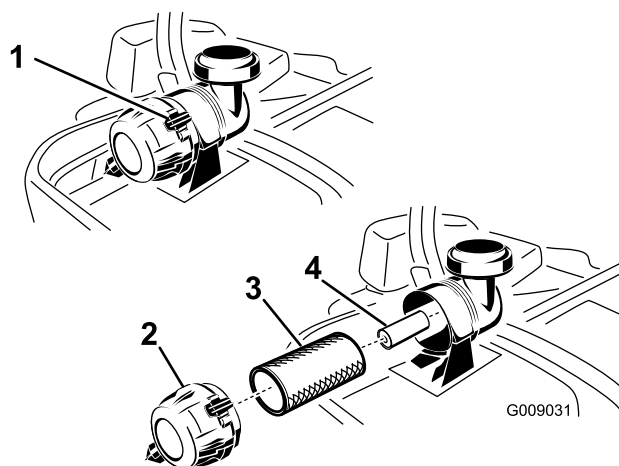

Bild 52
3. Üben Sie Druck aus, um die Halteklammern am Luftfilter zu lösen, und ziehen Sie die Luftfilterabdeckung vom Luftfiltergehäuse ab (Bild 52).
5. Schieben Sie den Hauptfilter vorsichtig aus dem Luftfiltergehäuse heraus (Bild 52). Vermeiden Sie ein Anstoßen des Filters an der Seite des Gehäuses.
1. Reinigen Sie den Papierfilter nicht sondern tauschen Sie ihn aus (Bild 52).
2. Wenn Sie den sekundären Luftfilter austauschen, schieben Sie ihn vorsichtig in das Filtergehäuse ein (Bild 52).
3. Schieben Sie den Hauptfilter vorsichtig auf den sekundären Filter (Bild 52).
5. Setzen Sie die Luftfilterabdeckung auf (Entlüfterdeckel nach unten) und drehen sie so, dass die Halteklemmen in der Abdeckung einrasten (Bild 52).